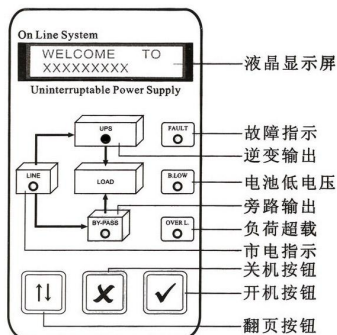

图 4.4
4. 切断机器输入电源，市电指示灯熄灭，LCD 显示欢迎信息，由机器 (INVERTER) 供电输出 (OUTPUT)，如下图 4.4。机器每隔 4 秒发出鸣叫声，表示机器目前是使用电池组供电运转。机器鸣叫声约 90 秒后，自动停止鸣叫，等到电池电力即将耗尽，会每隔 1 秒再发出鸣叫警告声。（各规格型号有所差异）